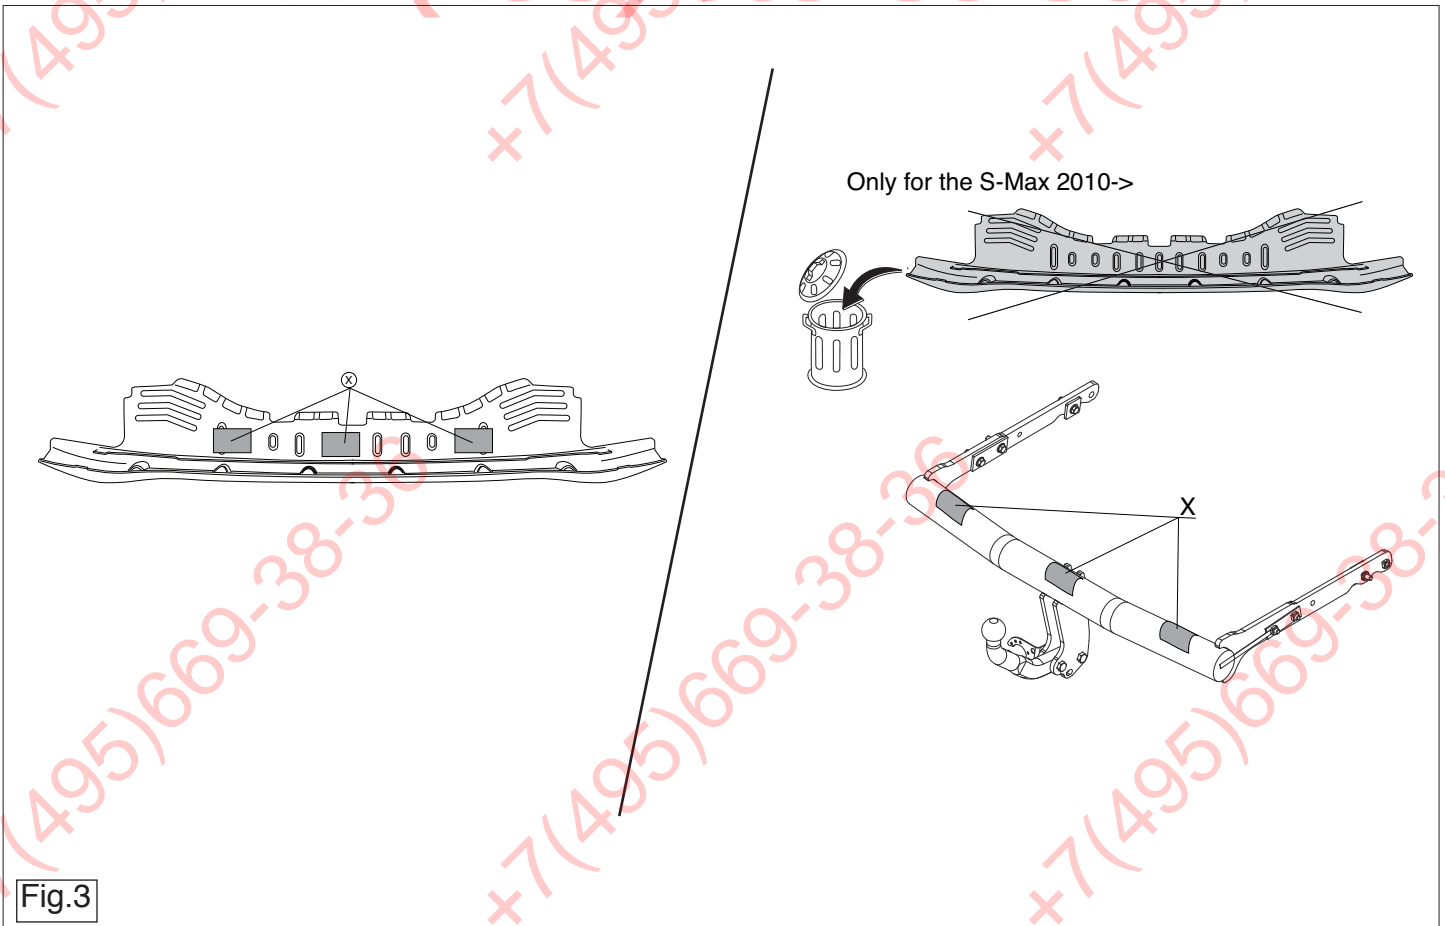

Fig.3
10. Place the 3 PE foam blocks (X). See figure 3.
10. Die drei PE-Schaumblöcke (X) einsetzen. Siehe Abbildung 3.
10. Anbring de tre PE skumblokke (X). Se fig. 3.
- Umieścić trzy kostki piankowe PE (X). Patrz rysunek 3.